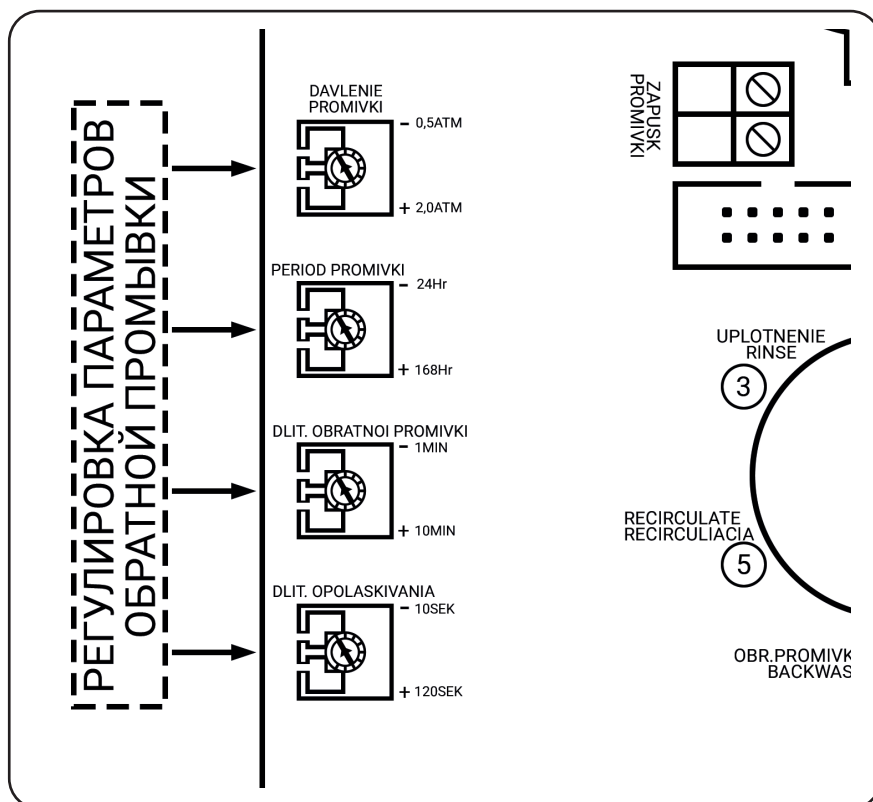

Рисунок 9. Режим работы AUTOCLEAN S-Light через шину RS-485.
- Клемму **A (21)** клеммника **RS485** блока AUTOCLEAN S-Light необходимо подключить к клемме **A (33)** клеммника **MODBUS-M** Блока.
- Клемму **B (22)** клеммника **RS485** блока AUTOCLEAN S-Light необходимо подключить к клемме **B (34)** клеммника **MODBUS-M** Блока.
- На блоке AUTOCLEAN S-Light необходимо перевести все перестроенные сопротивления в крайнее левое положение (см. Рис. 9).